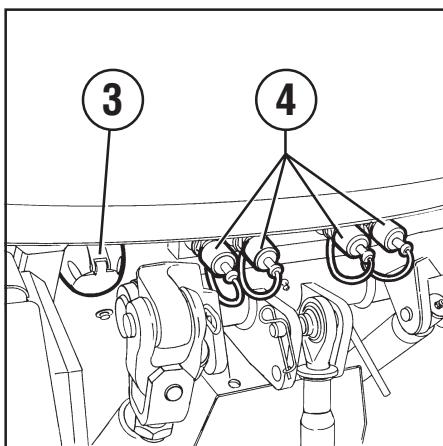

Fig. 10
- 4 hydrauliske stik (4 Fig. 10) med enkelt og dobbelt effekt.
- 1 stk 7-polet stik (3 Fig. 10) til forsyning af lygter på trucket eller transporteret udstyr (standard).